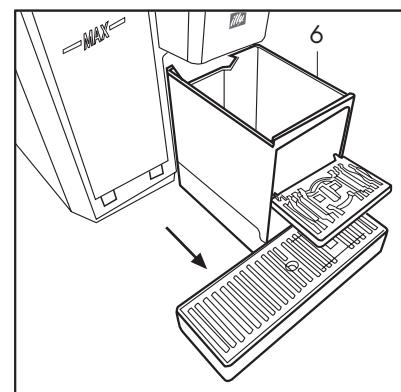
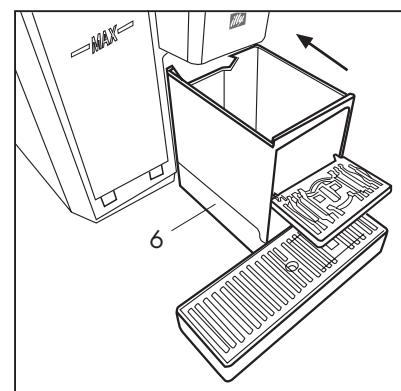

Fig. 15
Fig. 16
- Quand le conteneur à capsules (6) est plein, la machine s'arrête ; le voyant rouge d'alarme s'allume et, sur l'écran (13), le message A03 s'affiche (tiroir à capsules plein).
Extraire le tiroir à (6), le vider et le rincer (**Fig. 15**). Nettoyer le bac et la grille des résidus de café et autres liquides. Une fois nettoyé, remettre en place le bac et le tiroir à capsules (**Fig. 16**).